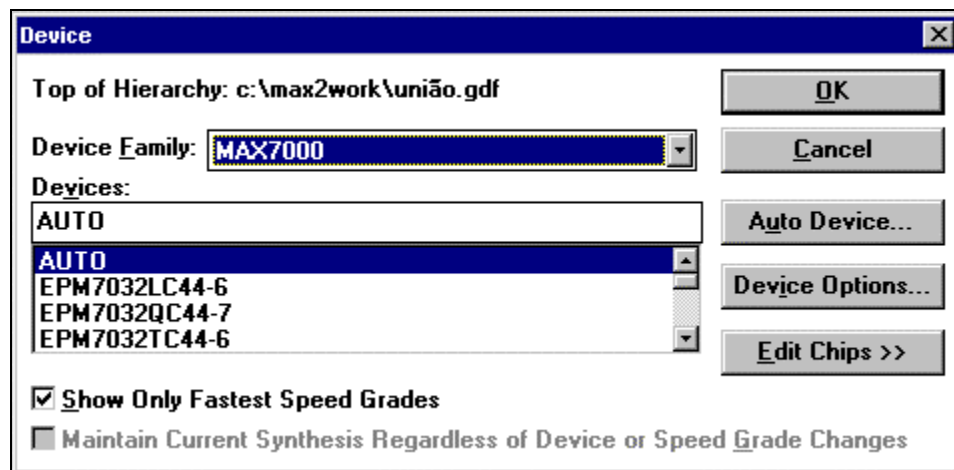

Figura 26
9.2.3 No quadro *Devices*, selecione **AUTO**, para que o software escolha o componente mais adequado para o projeto (figura 26).